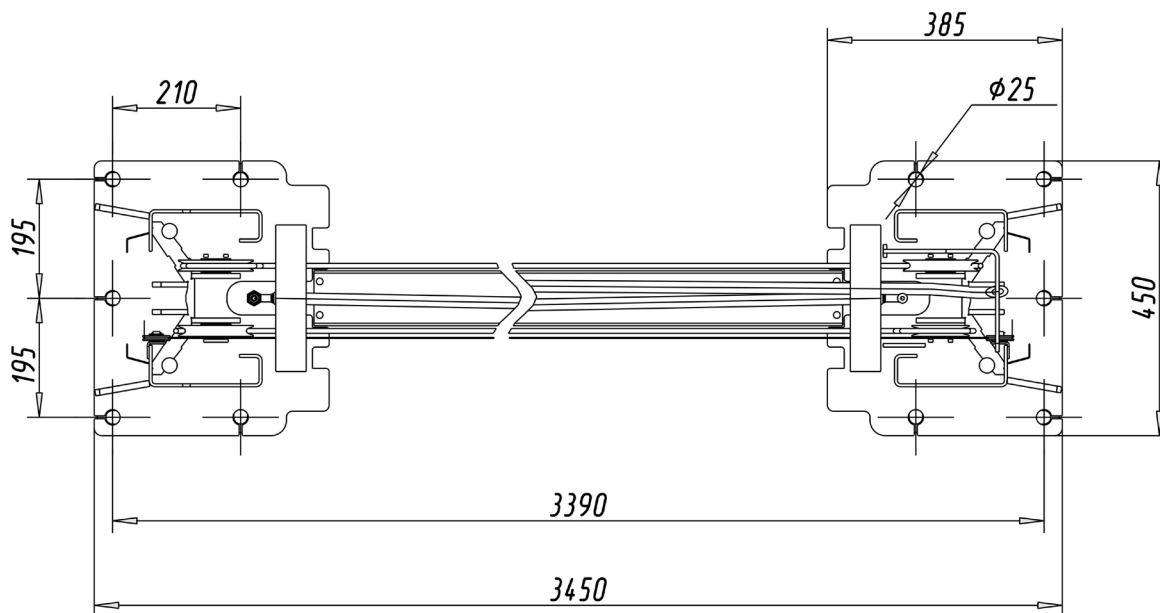

Рисунок 6.1 - Схема оборудования фундамента для крепления подъемника
6.3 На готовый фундамент (Рисунок 6.1) установить стойки. Отклонение стоек от вертикали не должно превышать 5 мм. Регулировку производить подкладками под основания стоек, с последующей заливкой зазоров цементным раствором бетона марки не ниже М350. Затянуть гайки крепления рамы и стоек с моментом затяжки не менее 100 Н·м.